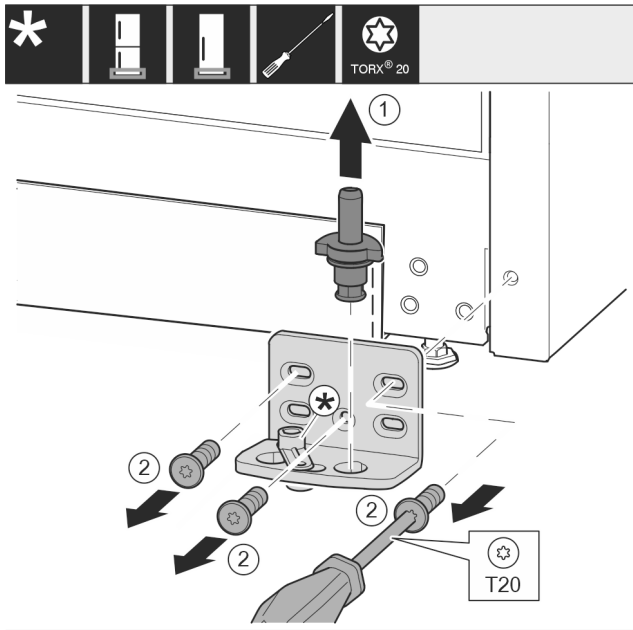

Fig. 16 *
- Lagerbolzen Fig. 16 (1) komplett nach oben herausziehen.*
- Schrauben Fig. 16 (2) mit Schraubendreher herausdrehen und Lagerbock abnehmen.*